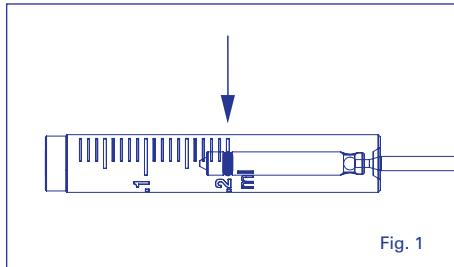
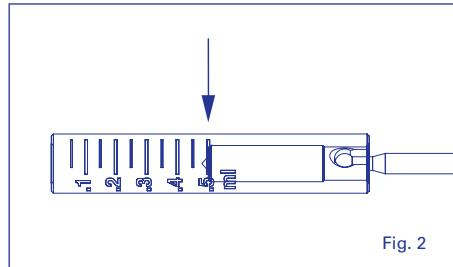

Fig. 1
Fig. 2
Impostazione del volume (fig. 1 e 2)
Allentare il dado di serraggio (5) e ruotare il mancotto (4) per centrare l'O-ring sul valore desiderato nei modelli da 0,1 - 0,2 e 0,3 ml (fig.1). Per il modello da 0,5 ml, centrarne l'estremità dello stantuffo sulla graduazione desiderata (fig. 2). Stringere il dado di serraggio (5) allo scopo di impedire qualsiasi alterazione accidentale del volume. Attivare lo stantuffo un paio di volte per verificare il buon funzionamento.
Regulación del volumen (Figs. 1 y 2)
Aflojar la tuerca de bloqueo (5) y girar el casquillo (4) para centrar la junta tórica en la graduación deseada en los modelos 0,1, 0,2 y 0,3 ml (Fig. 1). Para el de 0,5 ml, centrar el borde del émbolo en la graduación deseada (Fig. 2). Apretar la tuerca de bloqueo (5) para evitar cualquier alteración del volumen. Activar varias veces el émbolo para verificar que funciona correctamente.
Ajuste do volume (Fig 1 e 2)
Desaperte a porca de bloqueio (5) e gire o encaixe (4) para centrar a junta tórica na graduação desejada nos modelos 0,1, 0,2 e 0,3 mL (Fig 1). Para o de 0,5 mL, alinhe a extremidade do êmbolo na graduação desejada (Fig. 2). Aperte a porca de bloqueio (5) de forma a evitar qualquer alteração de volume. Ative algumas vezes o êmbolo para verificar o bom funcionamento.